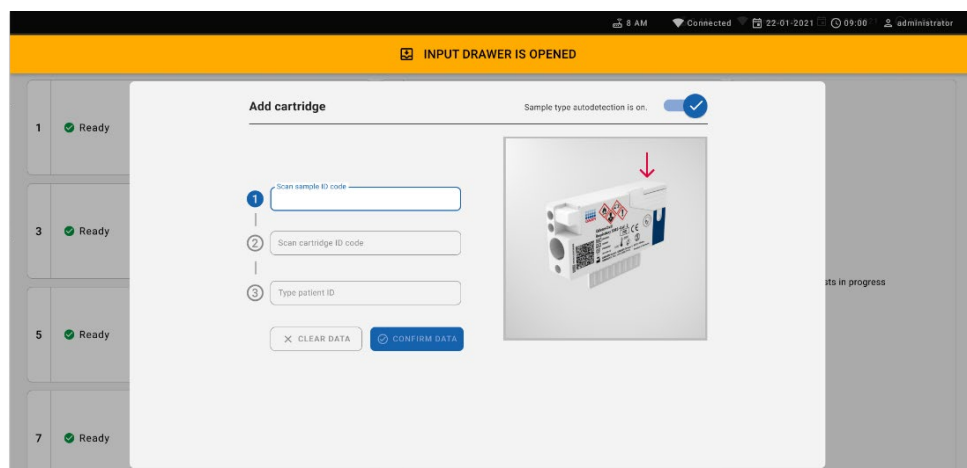

Figure 56. Écran Scan sample ID (Lecture de l'identifiant d'un échantillon).
7. La boîte de dialogue **Add cartridge** (Ajouter une cartouche) apparaît et le scanner situé à l'avant est activé. Balayez le code-barres d'ID de l'échantillon fixé sur le dessus de la cartouche QIAstat-Dx Respiratory SARS-CoV-2 Panel Cartridge à l'avant de l'instrument (position indiquée par la flèche (figure 56)).